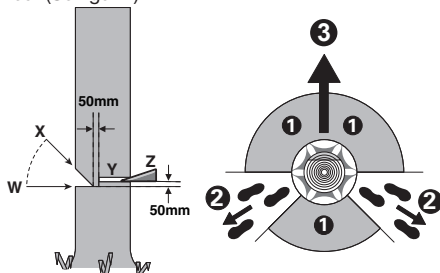

Bild 1
Flyktvägen bör gå bakåt och diagonalt relativt den bakre delen av den förväntade fallriktningen, så som visas på bild 1.
Gör skäran till 1/3 djup av trädets diameter, vinkelrätt mot fallriktningen, så som visas på bild 1. Såga först det undre vågräta riktsskåret (W). Härvid undviks inklämning av sågkedja eller styrskena vid sågning av övre riktsskär (X).
Gör fällskäret minst 50 mm högre än det horisontella riktsskåret (Y), så som visas på bild 1. Fällskäret bör vara parallellt med riktsskåret. Gör fällskäret endast så djupt att en brytmån blir kvar (brytlist) som fungerar som ett gångjärn. Brytmånen hindrar trädet från att vrida sig och falla i fel riktning. Såga inte av brytmånen.